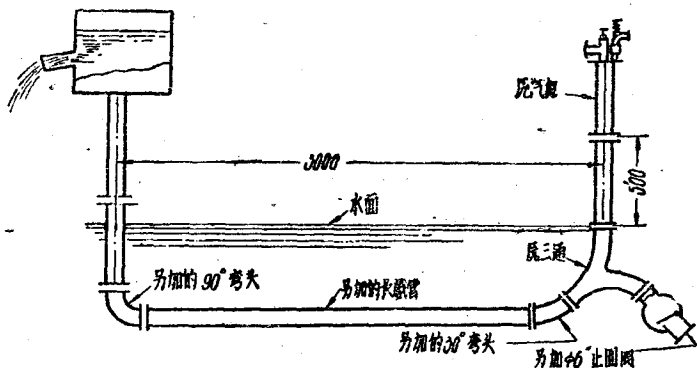

图8 第一方案第一种改装结构图
(5) 煤气颜色 内燃水泵所用的煤气必须是红色的，蓝色火焰的煤气开不出车，多少次的经验说明了这一现象。要蓝色火焰变为红色的方法，就是在炉排下面加以适量的水，使发生蒸汽，以降低炉温而提高煤气的质量。
(6) 混合器的调节 混合器上的三个阀如果调节得不合适也难于连结，煤气阀调至 $1/3 \sim 1/2$ 开度位置，空气阀调至 $4/5 \sim$ 全开的位置，节流阀调至 $1/4 \sim 1/8$ 或更小的位置，因为节流阀开大了，水不易进。但结构如有改变，这规律也改变。
(7) 入水深度 前面已经讨论过入水深度与各方面的关系，由于各地使用的进水底阀的大小，与阀门的重量颇不一致，最好用不同的入水深度试车，以能达到长时间运转为宜。过去我们曾规定过从 1.5 公尺到 2 公尺，现在证明这数值随条件而有很大变化。最近我们用图8的结构试车，发现效果较好。